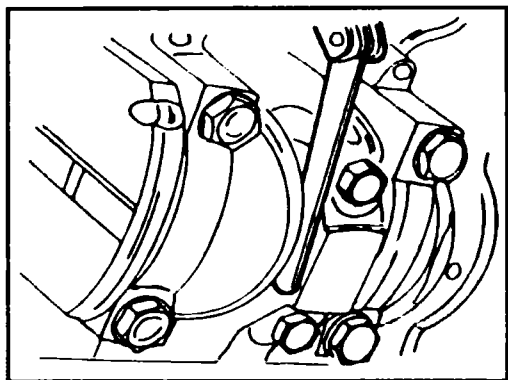

Рис. 2.45 Измерение зазора шатуна на шатунной шейке
- ◆ Проверьте щупом зазор между боковой поверхностью нижней головки шатуна и опорной поверхностью шатунной шейки коленвала, так как это показано на рис. 2.45. Это осевой зазор шатуна, он не должен превышать 0,37 мм.
Упорные полукольца или упорные фланцы вкладышей принимают на себя осевые нагрузки. Если Вы не располагаете индикатором, можете измерить осевой зазор при помощи набора плоских щупов, которые по очереди вставляются между торцевой поверхностью среднего подшипника и фланцем шейки коленвала (рис. 2.45).